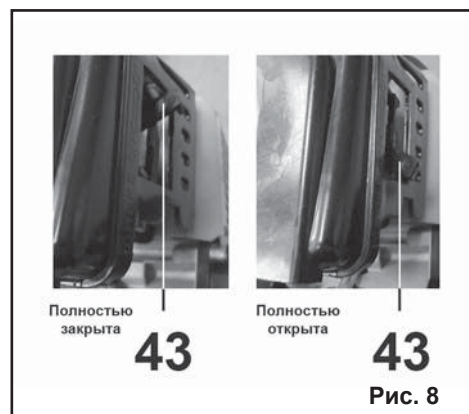

Рис. 8
7.2.3. Переместите рычаг воздушной заслонки (43) в положение «Полностью закрыта» (Рис. 8).
7.2.7. После того как двигатель запустился, переместите рычаг воздушной заслонки (43) в положение «Полностью открыта» (работа) (Рис. 8).
Примечание. Для запуска горячего двигателя рычаг (43) воздушной заслонки должен быть в положении «Полностью открыта» (Рис. 8).